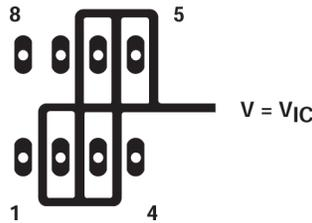
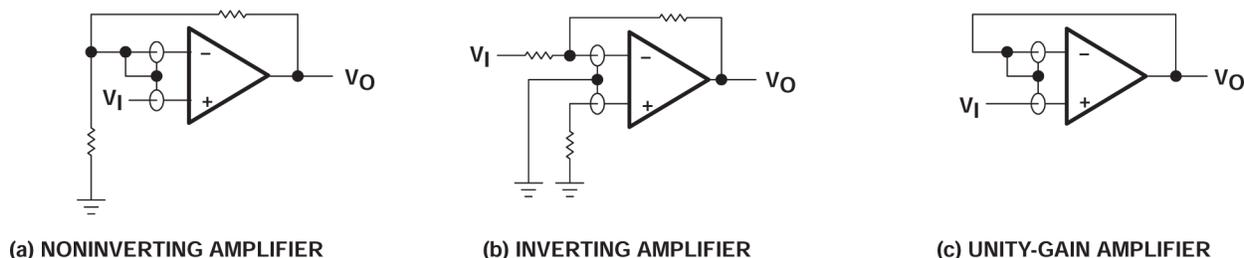

图 6-4. 器件输入端周围的隔离金属（P 封装）
图 7-5. 防护环方案
1. 将器件与其他潜在的泄漏源隔离。在器件输入端周围和之间使用接地屏蔽层（请参阅图 6-4）。否则可能流向输入端的泄漏电流被分流。
由于极高的输入阻抗和由此产生的低偏置电流要求，TLC27Lx 是低电平信号处理的绝佳选择。但是，印刷电路板和插座上的泄漏电流有时很容易超过偏置电流要求，且会导致器件性能下降。最佳实践是在输入端周围添加防护环 (类似于 参数测量信息 一节中图 6-4 的防护环)。在与共模输入相同的电压电平下，从低阻抗源驱动这些防护装置 (请参阅图 7-5)